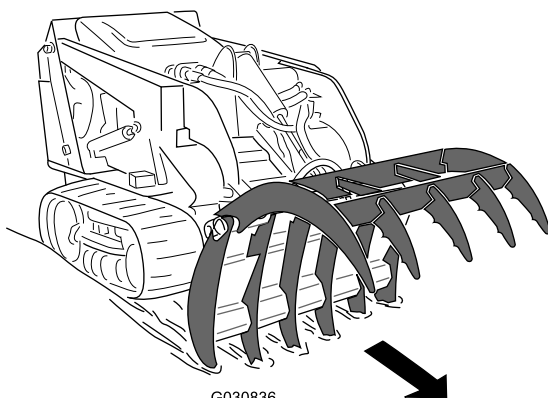

Figura 6
1. Deschidei fâlcile i coborâi dinii fâlcii inferioare în sol (Figura 6).